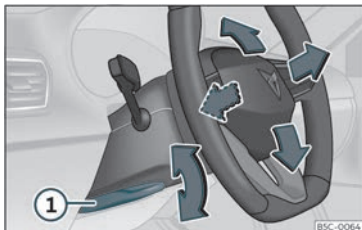

Fig. 8 Leva nella parte inferiore del lato sinistro del piantone dello sterzo.
- Tirare la leva » **fig. 8 1** verso il basso, muovere il volante verso la posizione desiderata e risollevarla la leva fino al punto di chiusura.
- Dopo aver regolato il piantone dello sterzo, spingere fermamente la leva » **fig. 8 1** verso l'alto affinché il volante non cambi posizione accidentalmente durante la marcia.